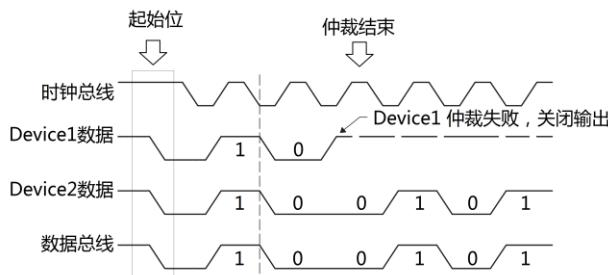

图 9.21 总线仲裁过程
- 2) 纠纷总线的过程如图 9.21 所示，称为仲裁，基本规则就是，谁打算与地址小的从机通信，谁占总线。Device1 打算与 101xxx 地址的器件通信，而 Device2 打算与 100xx 地址的器件通信。当两者竞争到箭头位置时，Device1 释放总线，而总线却被 Device2 拉低，则 Device1 竞争失败，Device1 应变为高阻状态退出总线竞争。有人要问，Device1 不退出竞争怎么办？这属于“无赖”，任何 Device 不遵守规则，通信都无从谈起。